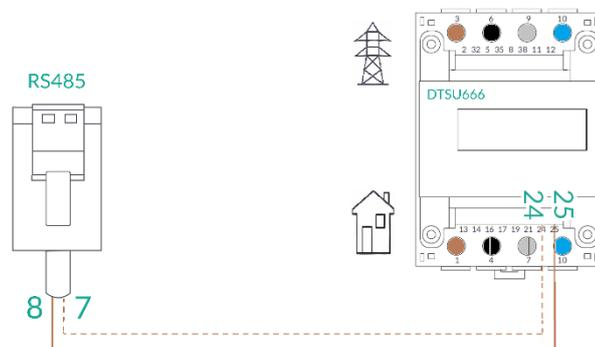

Abbildung 24: Pinbelegung Smart Meter und Wechselrichter/RS485
- Pinbelegung RS485 Kommunikationsleitung (s. Abbildung 24)